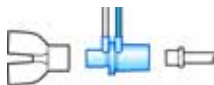

Рисунок 5-7. Установка неонатального датчика потока
1. Во всех режимах, кроме nCPAP-PS, датчик потока следует устанавливать между U-образным коннектором дыхательного контура и пациентом (рис. 5-7).